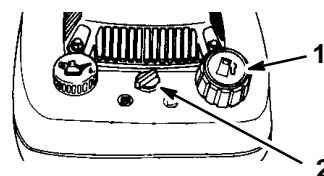

Figure 7
2. Nettoyer tout autour du bouchon du réservoir d'essence, puis retirer le bouchon (Fig. 7).
2. Ouvrir le robinet d'essence (Fig. 7).
3. Mettre la manette des gaz sur  (STARTER) et le changement de vitesse au point mort (N).
3. Débrancher la bougie et fermer le robinet d'essence (Fig. 7) si on n'utilise plus la tondeuse ou si on la laisse sans surveillance.